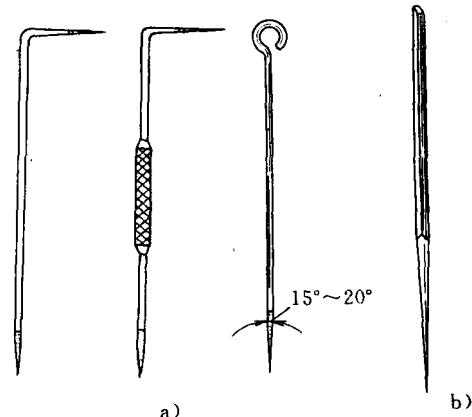

图2-2 划针
- (2) 划针(图 2-2) 划针用来在工件上划线条，它用弹簧钢丝或高速钢制成，直径一般为 $\phi 3\sim 5\text{mm}$ ，